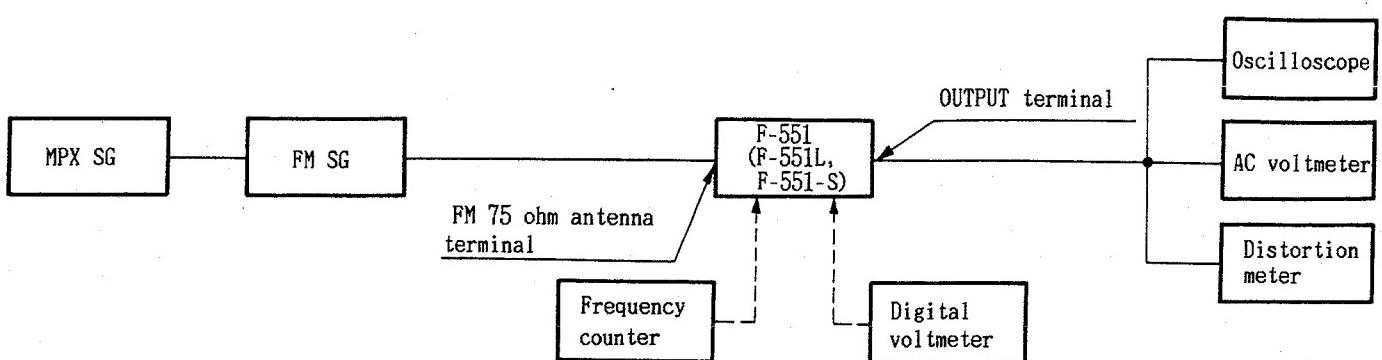

Fig. 2-1. FM adjustment connection diagram
- Faire les raccordements comme indiqué en Fig.2-1.